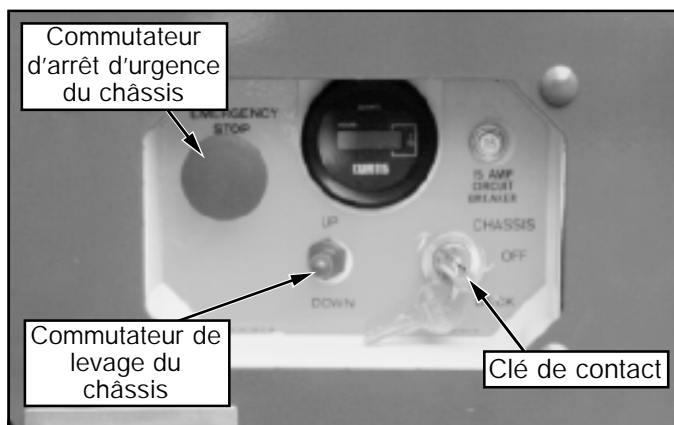

Figure 1 : Châssis, côté gauche
9. Mettre les arrêts d'urgence du châssis et de la plate-forme (Figures 1 & 2) sur **MARCHE (ON)** en tirant sur le bouton pour le faire sortir.
10. Mettre la clé de contact du châssis (Figure 1) sur **CHÂSSIS (CHASSIS)**.
11. Mettre le commutateur de levage du châssis (Figure 1) en position **HAUT (UP)** et élever complètement la plate-forme.